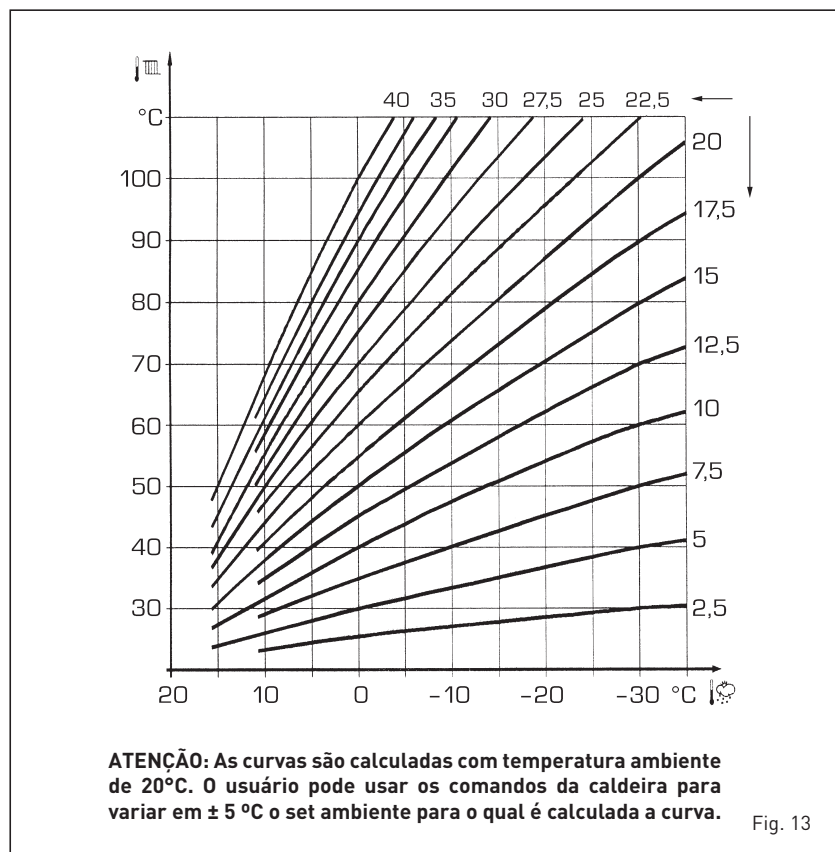

Fig. 13
3.4 Sonda exterior ligada (fig. 13)
A curva climática a introduzir pode ser seleccionada de um valor entre 3 e 40 (com passos de 1). Aumentando inclinação representada pelas curvas da fig. 13 aumenta-se a temperatura de ida do circuito em correspondência com a temperatura exterior.